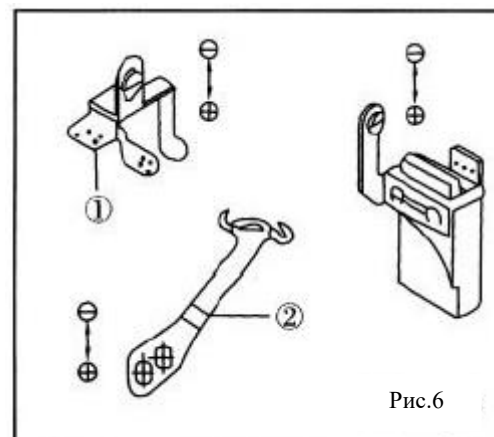

Рис.6
**6.2. Регулировка натяжения игольной нити. Рис.6.**